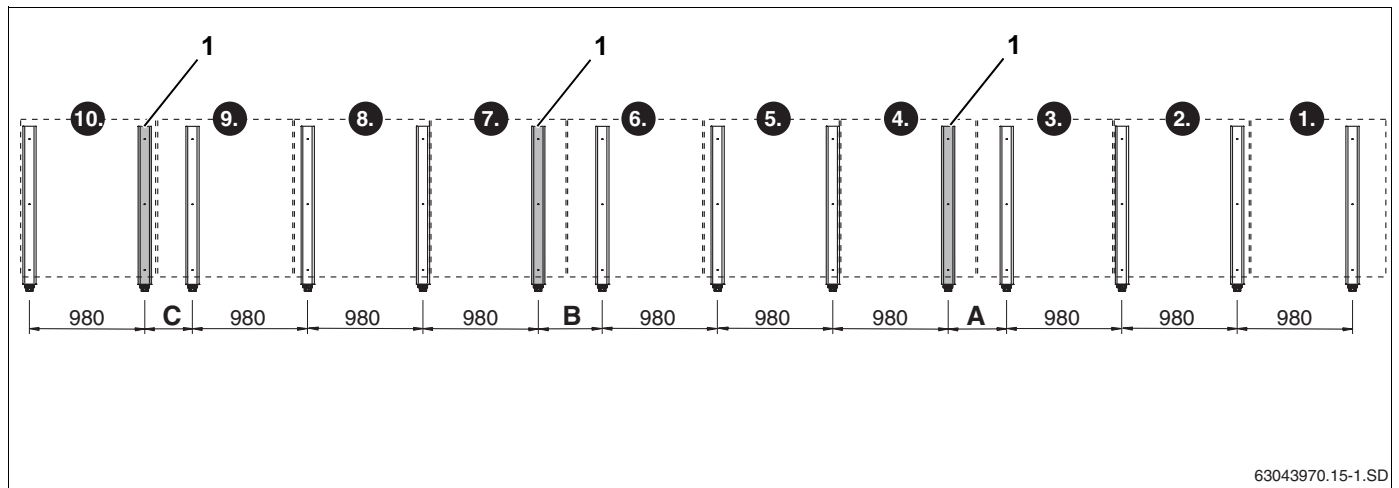

Bild 23 Grundmontering för upp till 10 lodräta solpaneler (mått i mm)
Vid lodrät montering måste en tilläggshållare användas vid var fjärde, var sjunde och var tionde solpanel (bild 23, **pos. 1**).